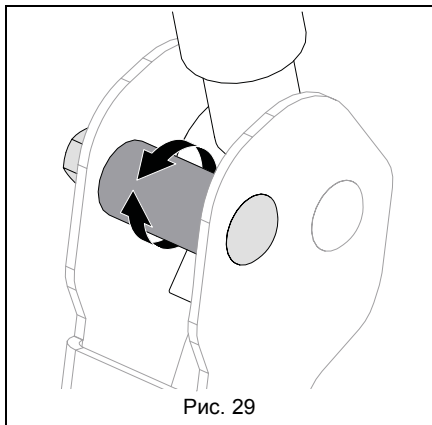

Рис. 29
5. Поверните эксцентриковую распорную втулку таким образом, чтобы рычаги находились на одинаковой высоте и имели зазор 1.3 – 2.5 см (1/2 – 1") между концами рычагов. См. Рис. 29.